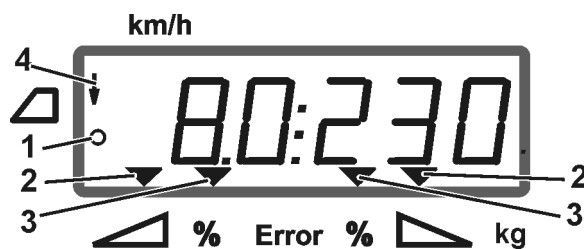

Fig. 6
- l'ordinateur **AMADOS⁺** connaît le nombre d'impulsions pour le calcul de la distance (Fig. 6/1),
- les clapets de fermeture sont ouverts (Fig. 6/2).
- L'épandage en limite est affiché par une flèche (Fig. 6/4).
- Les symboles triangulaires (Fig. 6/3) sur l'affichage de travail indiquent une modification du débit.